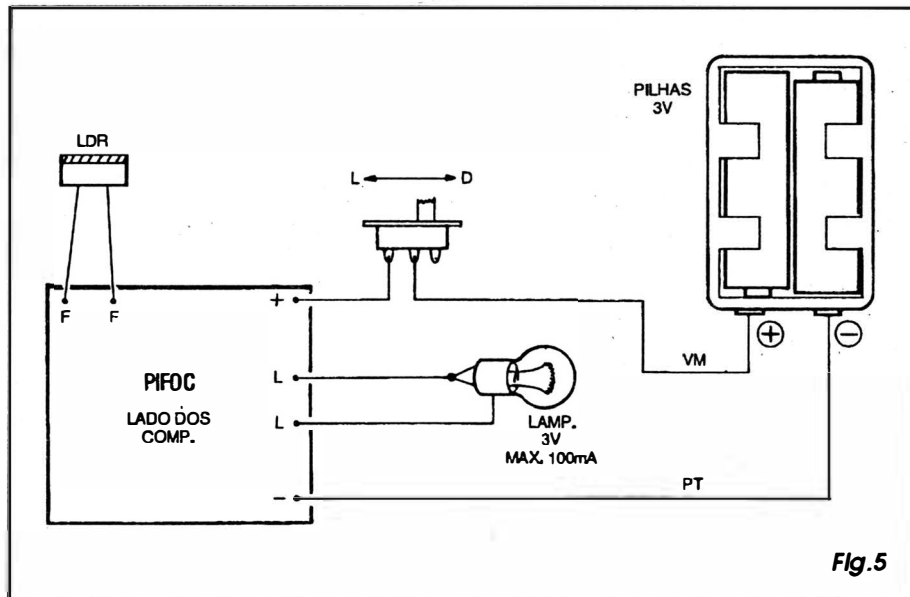

Fig. 5
- FIG. 5 - CONEXÕES EXTERNAS À PLACA -